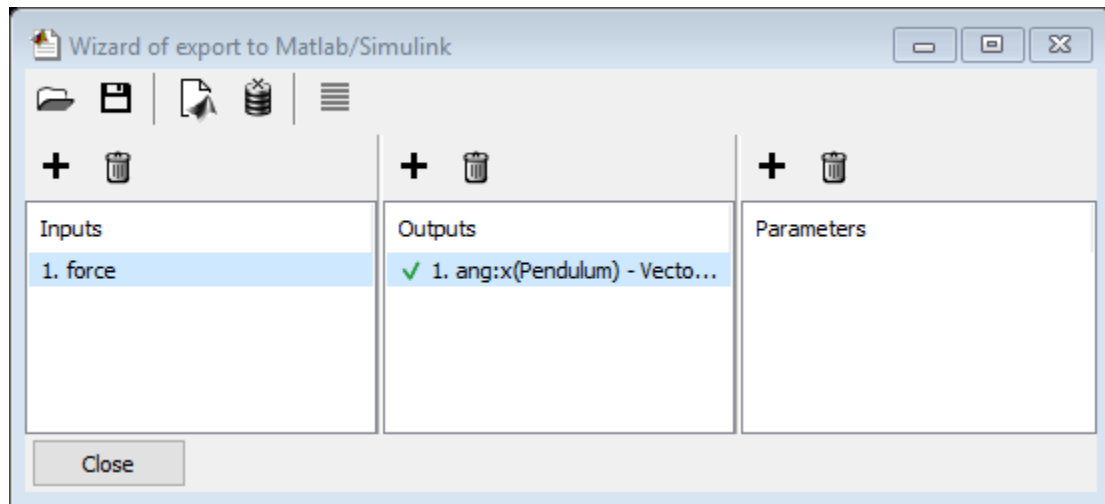

图 4.6
- 将上一步创建的变量 **ang:x(Pendulum)** 从变量向导拖入输出向导的 **Output1** 处，作为输出信号，如图 4.6 所示。